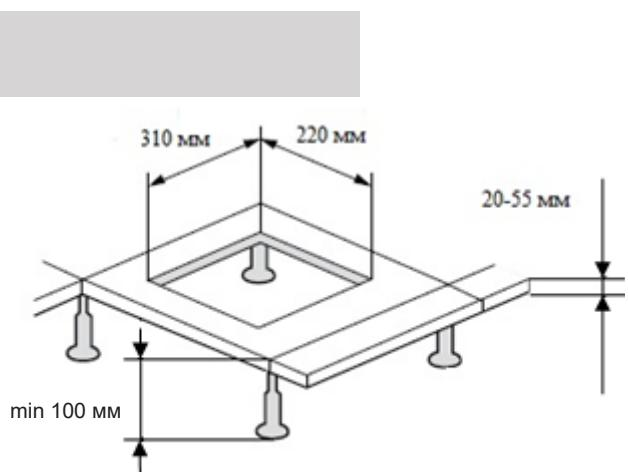

Рис. 2
- Вырезать монтажное отверстие размером: 310 x 220 мм (рис. 2).